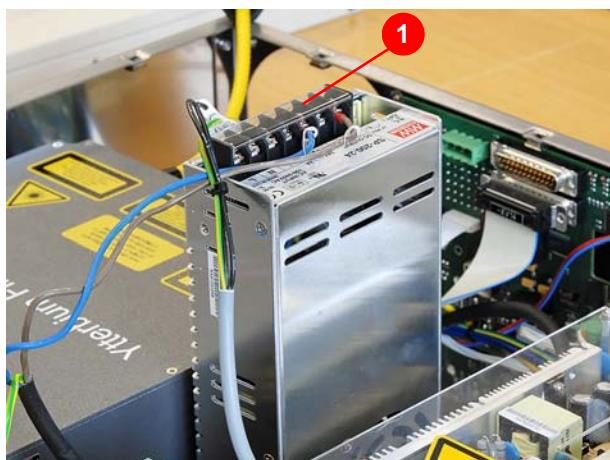

Abbildung 8.88 Berührungsschutz
5. Berührungsschutz (1) (Abbildung 8.88) über den Anschlußklemmen des Netzteils -G1 entfernen.
11. Berührungsschutz (1) (siehe Abbildung 8.88, Seite 108) über den Anschlußklemmen des Netzteils -G1 montieren.